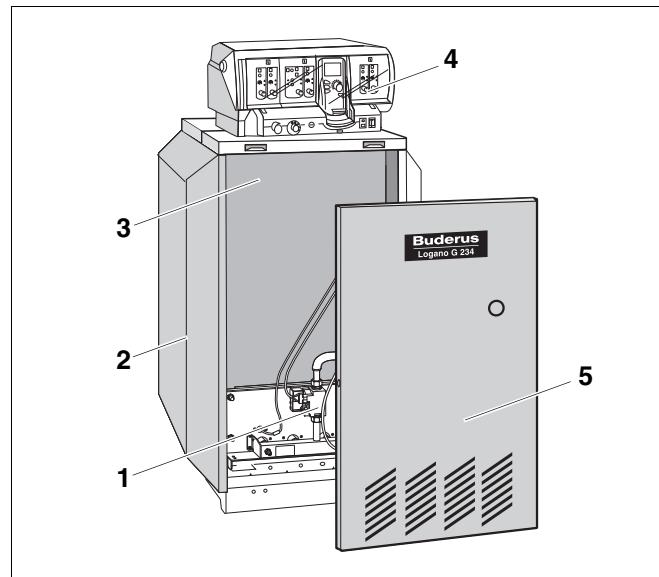

Рис. 1 Специальный газовый отопительный котел Logano G234 WS
Специальный газовый отопительный котел Logano G234 WS (рис. 1) оснащен на заводе газовой горелкой и системой управления.
- Котловый блок с теплоизоляцией (рис. 1, **поз. 3**) и газовой горелкой (рис. 1, **поз. 1**).
- Обшивка (Рис. 1, **поз. 2**) и передняя стенка котла (рис. 1, **поз. 5**).